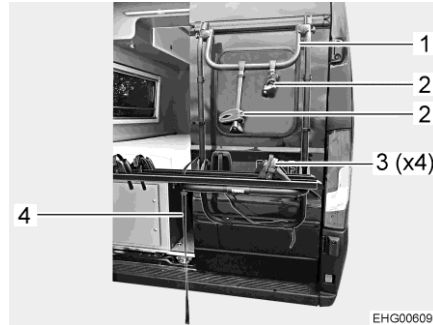

Bild 1 Fahrradträger
- Verschlussriemen (Bild 1,4) öffnen.
- Fahrrad auf Schiene setzen und mit Haltearm (Bild 1,2) am Haltebügel (Bild 1,1) befestigen.
- Vorderrad und Hinterrad des Fahrrads jeweils mit Spannband (Bild 1,3) an der Radschiene befestigen.
- Verschlussriemen (Bild 1,4) schließen.